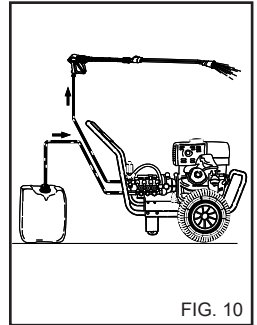

FIG. 10
1) Dopo l'uso con detergenti, risciacquare il circuito di aspirazione; infilare il tubo di aspirazione (fig. 10) detergente in una tanica di acqua pulita e far funzionare la pompa per 1 minuto a rubinetto dosaggio completamente aperto e lancia in fase erogazione detergente.
4) Dopo l'uso con detergente, risciacquare il circuito di aspirazione; infilare il tubo di aspirazione (fig. 10) detergente in una tanica di acqua pulita e far funzionare la pompa per 1 minuto, e lancia in fase erogazione detergente.